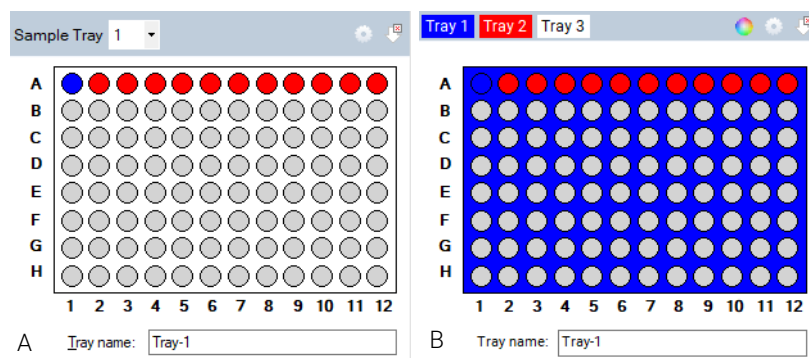

Figure 34 Sélection classique du plateau à l'aide de la liste déroulante (à gauche) et sélection de plateau par onglets colorés (à droite).
Sélectionnez le plateau d'échantillons à utiliser dans la liste déroulante **Sample Tray** (Plateau d'échantillons) ou parmi les onglets colorés, selon la configuration définie (**figure 34**).
Vous pouvez définir la configuration en cliquant sur l'icône  située dans le coin supérieur droit de la fenêtre représentée dans la **figure 34**.
- 2 Pour la sélection des plateau d'échantillons, choisissez entre la liste déroulante et les onglets colorés, comme illustré dans la **figure 34**.
- 4 Pour sélectionner une rangée de la plaque à 96 puits représentée dans la fenêtre du plateau d'échantillons, faites un clic gauche dans cette rangée (**figure 34**). Pour sélectionner une nouvelle rangée, faites un clic gauche sur une autre rangée.
- 5 Pour annuler la sélection d'une rangée, cliquez sur  (**figure 34**).
La boîte de dialogue **Tray name** (Nom du plateau) vous permet d'entrer un nom pour le plateau en cours d'analyse (**figure 34**). Vous pouvez aussi ouvrir cette boîte de dialogue et utiliser un lecteur de code-barres pour importer les noms d'échantillon correspondant à la plaque en cours d'analyse (pour plus d'informations, reportez-vous au **chapitre 11**, « Fragment Analyzer – Entrée des noms d'échantillon »).